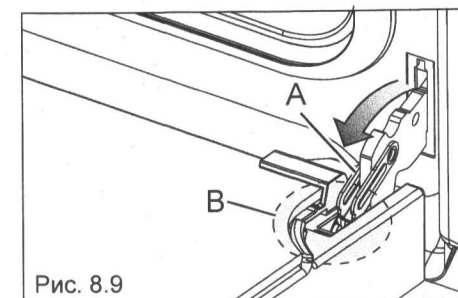

Рис. 8.9
- Полностью откройте рычаг “А” на правом и левом шарнирах (рис. 8.9).
- Немного закройте дверцу (рис. 8.8), так чтобы рычаги “А” правого и левого шарниров зацепились за часть “В” дверцы (рис. 8.9).